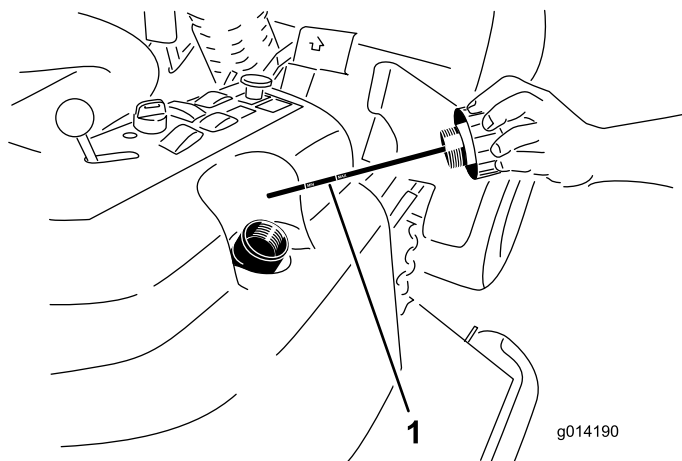

図 62
2. 油圧オイル補給口のキャップ (図 62) を取る。
3. ディップスティックを抜き、ウェスで一度きれいに拭く (図 62)。
4. もう一度首まで完全にねじ込んでから抜き、オイルの量を点検する (図 62)。